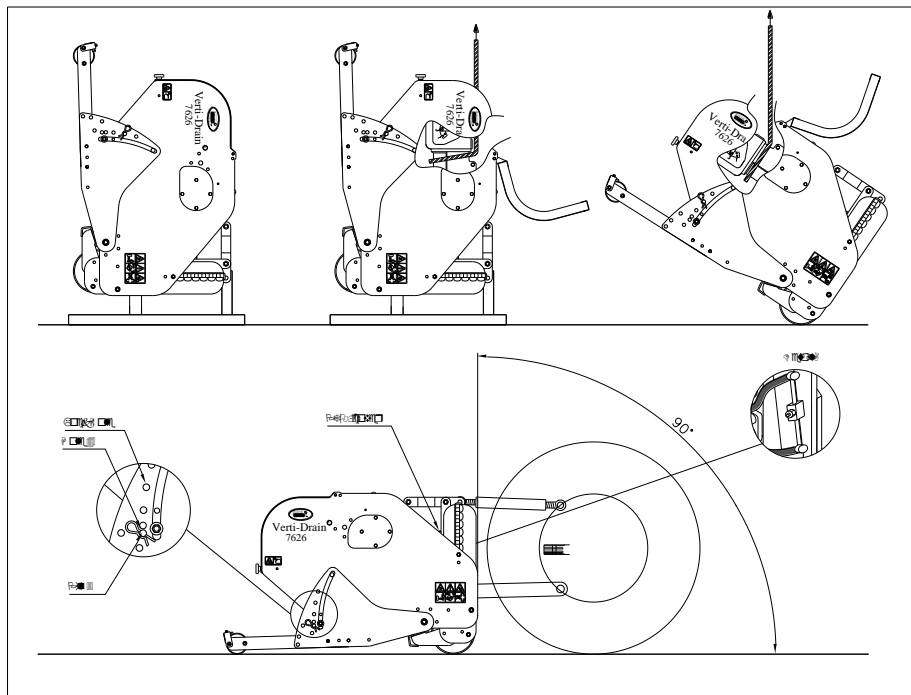

Fig. 8
De machine staat verticaal op de pallet. Om de pallet te verwijderen en de machine horizontaal op de grond te krijgen, handel als volgt (zie fig. 8):
- @ Op 90 graden gaan de pennen alleen loodrecht in de grond als de machine correct is geïnstalleerd, zie fig. 8. Als dit niet correct is kan een kracht F, zie fig. 12, ontstaan, die de machine beschadigt.
- @ Als de Verti-Drain® niet correct is gemonteerd achter de tractor, zie fig.8, kunnen verschillende aftakas hoeken trillingen veroorzaken in de aandrijflijn van de machine. Deze trillingen kunnen de machine en de gaten in de grond beschadigen.